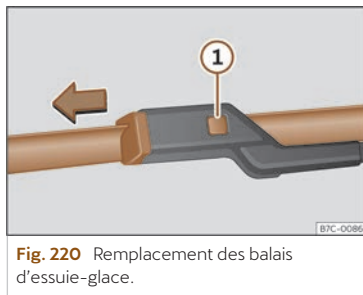

Fig. 220 Remplacement des balais d'essuie-glace.
- Maintenez la touche de déverrouillage >>> **fig. 220** ⓘ enfoncée en tirant légèrement le balai dans le sens de la flèche.